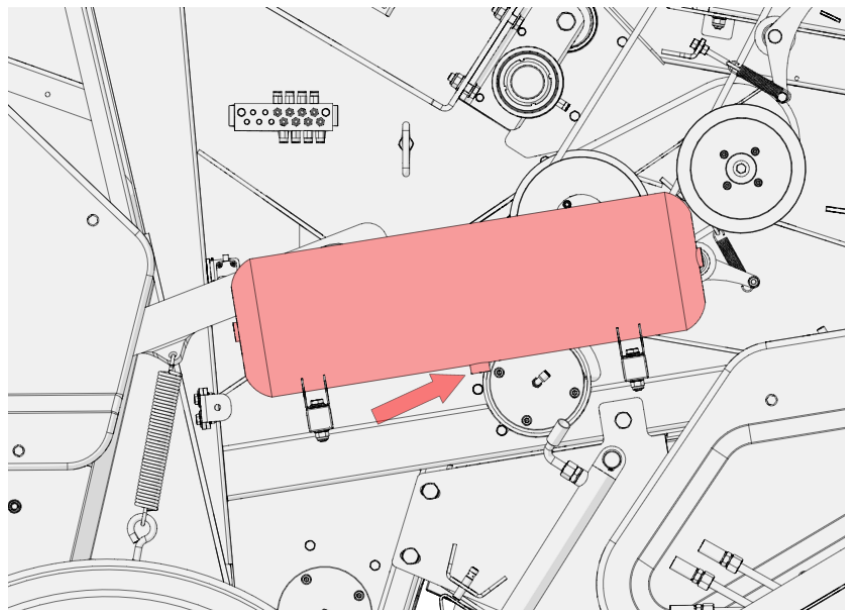

Рисунок 8. Опорожнение бака тормозной системы
- Потяните за штифт клапана спуска ресивера (рис. 8);